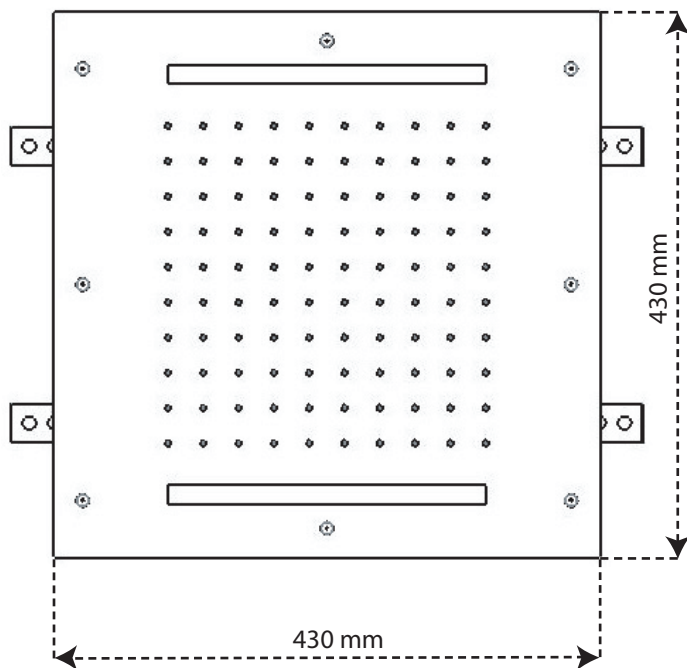

Fig.1
IT - Per una corretta installazione del soffione multifunzione (Fig.1 e Fig.2), è necessario fissare saldamente il telaio di sostegno alla struttura del soffitto (od eventualmente al telaio del controsoffitto) per mezzo delle alette di fissaggio (3) e/o con viti autofilettanti passanti nei fori (4) (Fig.5).
EN - For a correct installation of the multifunctional showerhead (Fig.1 and Fig.2), it is necessary to securely fix the support frame to the ceiling frame (or to the false ceiling frame) through the fins (3) and/or self-threading screws through slots (4) (Fig.5).